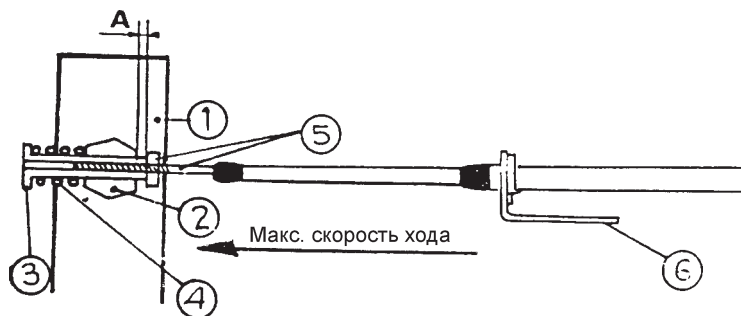

Рис. 4
1. Толкание кабеля ДУ (рис. 4).